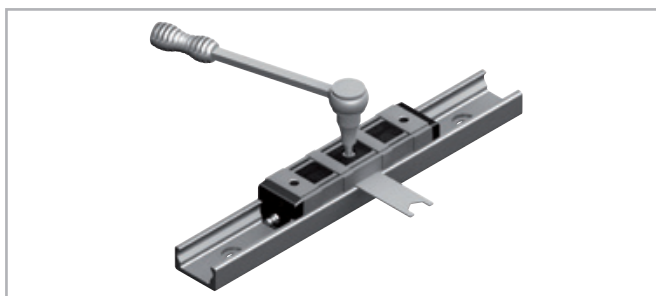

Рис. 98
- (7) удерживая ролик в правильном положении регулировочным ключом, аккуратно затянуть фиксирующий винт ролика. (см. Рис. 98). Правильный момент затяжки можно будет выставить позже (см. Табл. 42);
- (8) переместить каретку по всей длине направляющей, и убедиться в том, что требуемый преднатяг присутствует на всей этой длине. При правильно выставленном преднатяге каретка должна перемещаться легко и беззазорно по всей длине направляющей.
- (9) если каретка имеет более 3-х роликов, повторить процедуру выставления преднатяга для каждого из эксцентриковых роликов. Убедиться, что преднатяг выставлен на всех эксцентриковых роликах. Убедиться, что после выставления преднатяга все без исключения ролики каретки нормально контактируют с рабочими поверхностями направляющей;
- (10) после этого затянуть фиксирующие винты всех эксцентриковых роликов усилием из таблицы, придерживая при этом каждый ролик в его выставленном положении специальным плоским гаечным ключом. На оси ролика выполнена специальная резьба, облегчающая удержание ролика в выставленном положении;
- (11) установить на место грязесъемники кареток типа "CSW" и "CDW", и должным образом смазать направляющие.